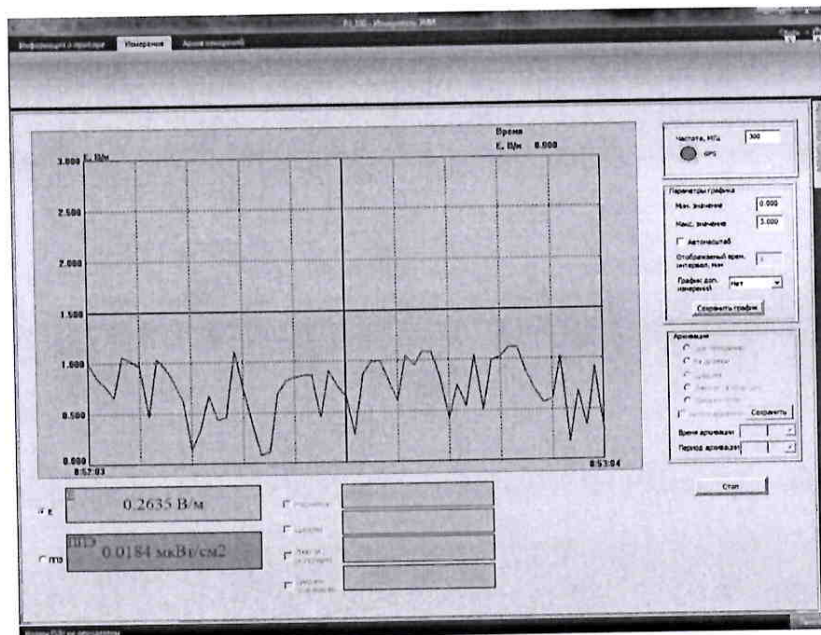

Рисунок 9
8.3.8 Установить в окне измерений необходимые установки и наблюдать появление результата измерений в виде графика (рисунок 9) и изменяющихся значений в нижнем левом углу окна.
- после выбора пункта меню «Измерения» и выбора необходимых установок наблюдали результаты измерений (рисунок 9).